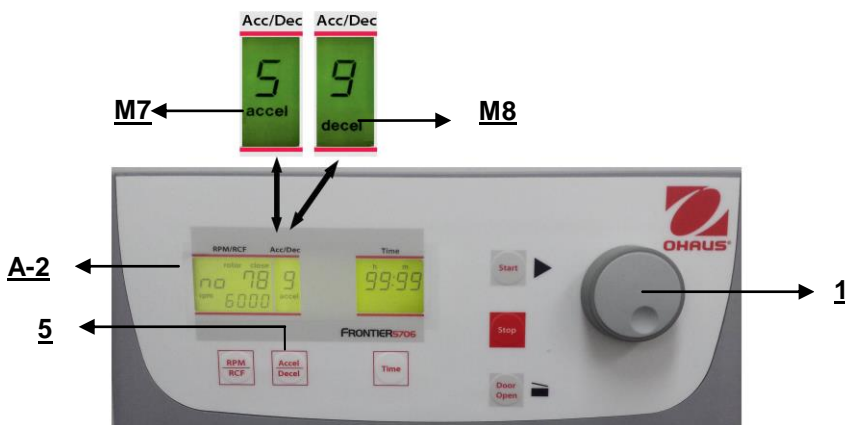

Figure. 21
Cette fonction est activée avec la touche "Accel/Decel" (5) (voir la figure 21).